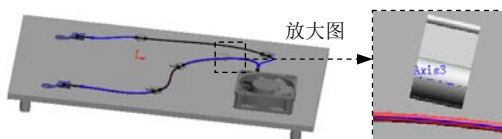

图 11.8.59 选取曲线
Step1. 选择命令。选择 功能选项卡中的 自动步路 (A) 命令，系统弹出“自动步路”对话框。
Step2. 选取曲线。在 步路模式 (R) 区域中选择 重新步路样条曲线 (R) 单选项，选取图 11.8.59 所示的电线和线夹的轴线。